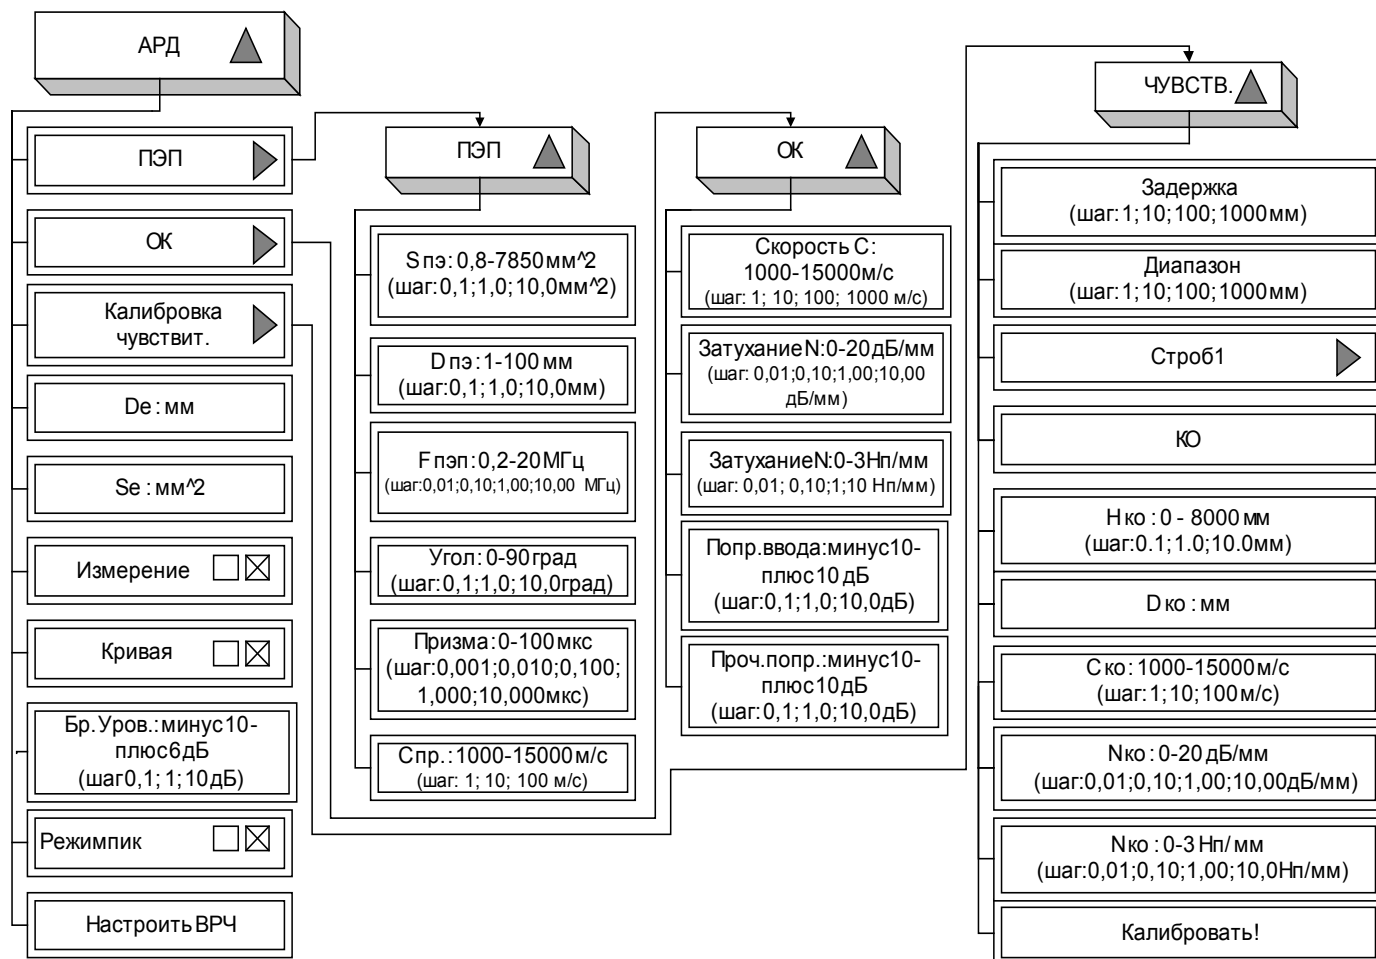

Рисунок 29 – Меню «АРД»
6.3.1.9 Меню «АРД» имеет следующую структуру (рисунок 29):